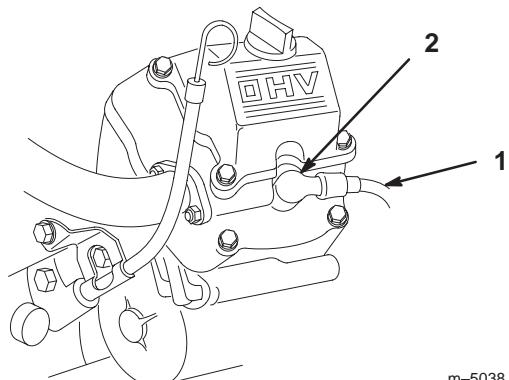

Figure 44
2. Nettoyez la surface autour des bougies pour éviter que des impuretés n'endommagent le moteur en tombant à l'intérieur. Débranchez les fils des bougies (Fig. 44).
- Connectez les fils aux bougies (Fig. 44).